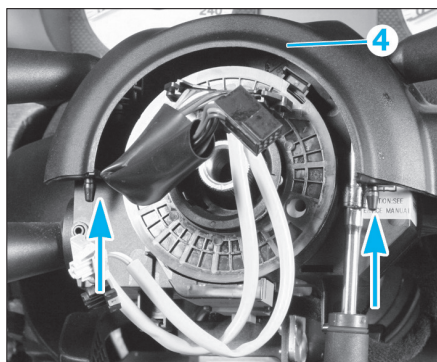

FIG. 5
- Dévisser la garniture supérieure (4) puis la déposer (Fig.5).